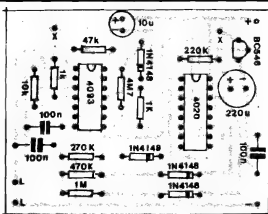

Fig.3
- FIG. 3 - CHAPEADO DA MONTAGEM - A distribuição dos componentes sobre a placa (lá estão praticamente todas as peças do circuito, com exceção do LDR, cápsula piezo e pilhas...) está ilustrada com clareza, na figura... Observar, principalmente, a colocação dos componentes polarizados (Integrados, transistor, diodos e capacitores eletrolíticos), bem como a relação valor/localização dos demais componentes (resistores e capacitores "co-